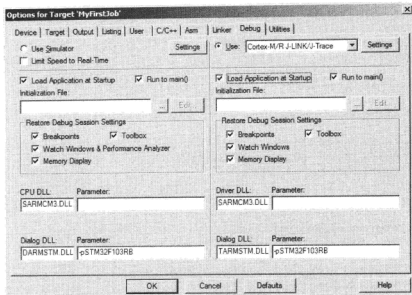

图 4.4.20 Debug 设置界面
② 在弹出的设置窗口 Option for Target‘MyFirstJob’中，执行如下操作：
a) 切换到 Debug 选项卡，选择“Use Cortex M/R J - LINK/J - Trace”，选中 Load Application at Startup、Run to main()等选项，如图 4.4.20 所示。